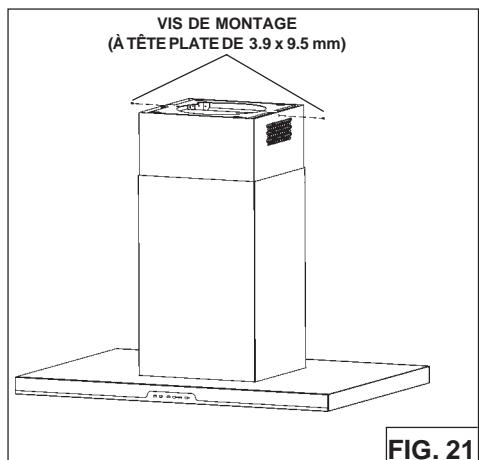

FIG. 21
1. Attacher le tuyau supérieur pour le châssis de support supérieur avec des vis de montage 3.9x9.5 mm (Fig.21).